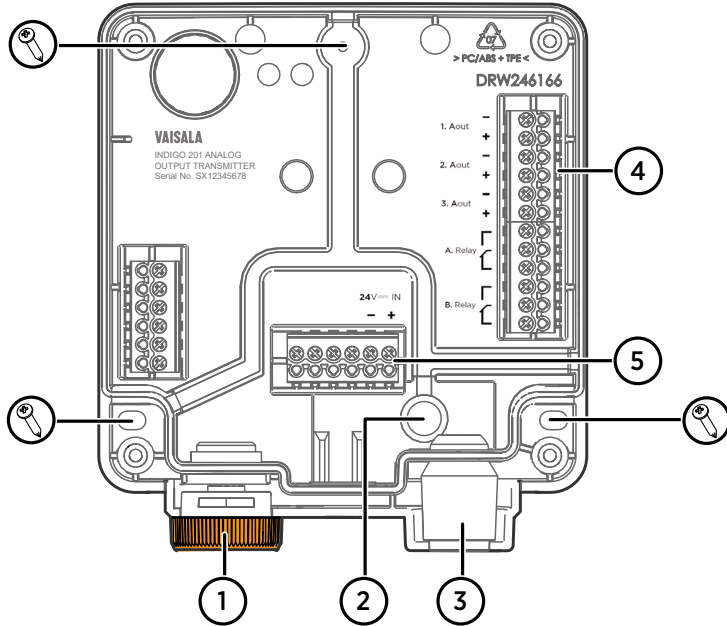

Figura 10 Posiciones de los tornillos de montaje y piezas principales de la base del transmisor Indigo201
5. Coloque la base del transmisor en la superficie de instalación y móntela con 3 tornillos. Consulte las posiciones del tornillo en Figura 10 \(página 25\).